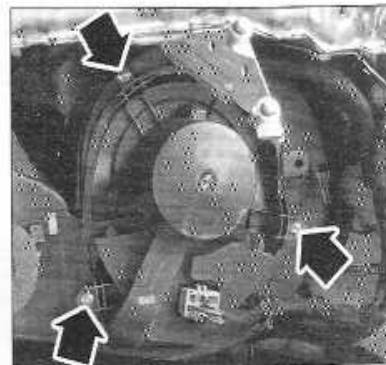

FIGURE 10-5
- les 3 vis de fixation du moteur de la soufflerie sur le cache puis retirer ce dernier (figure 10-5).